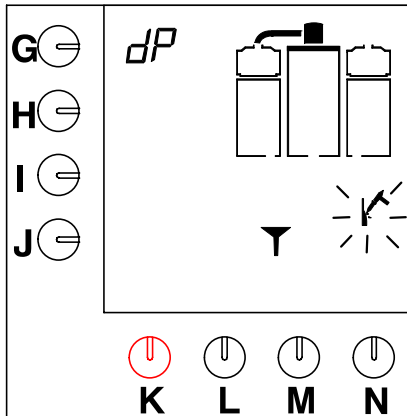

Fig. 16 Koffiezetsysteem vraagt om de ontkalkeroplossing
- Een geluidssignaal klinkt, het hamersymbool knippert en een trechter verschijnt in het display (fig. 16).